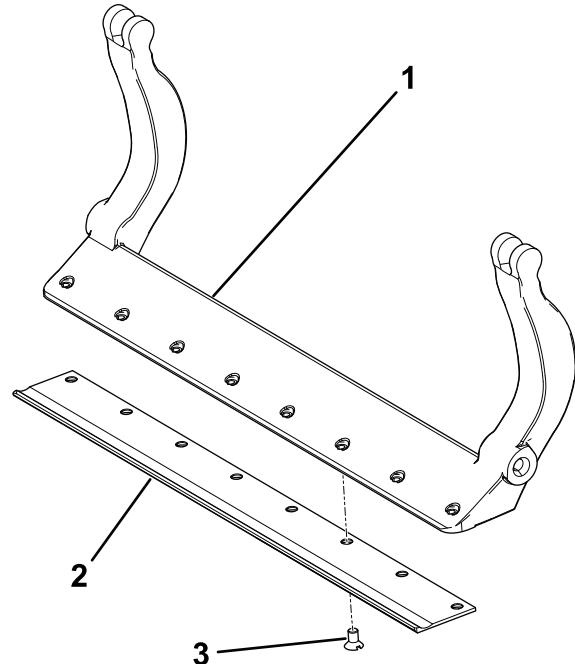

Figure 41
3. Appliquez du produit antigrippant sur les vis et montez la contre-lame sur la barre d'appui comme suit (Figure 41) :